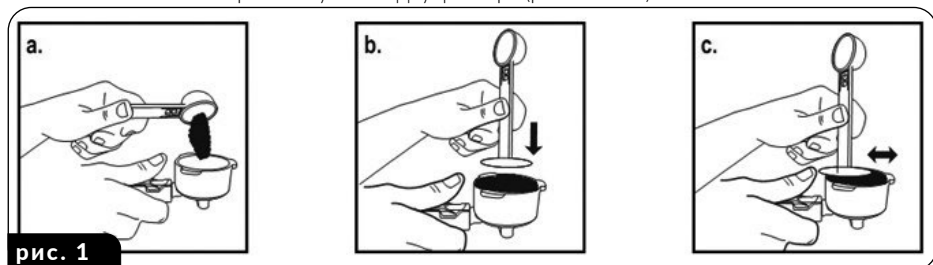

рис. 1
2. Установите выбранный фильтр (13) в колбе (10).
3. Заполните выбранный фильтр свежим кофе мелкого помола (рис. 1 а).